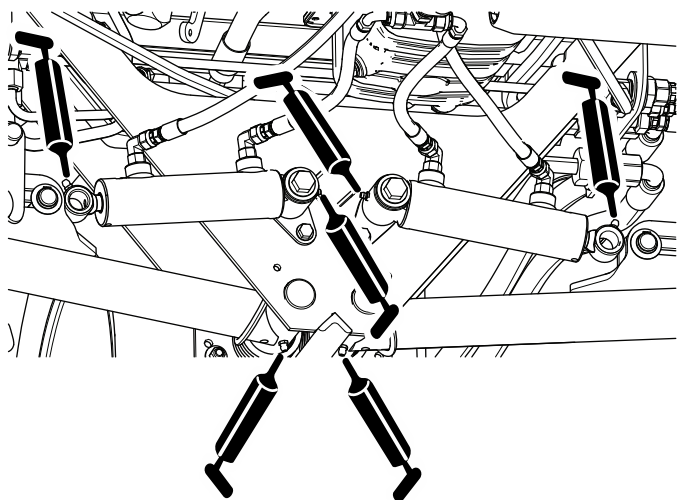

Figura 58
- Pivoi bra de ridicare spate i cilindri de ridicare (câte 3 pe fiecare parte); consultați Figura 58.